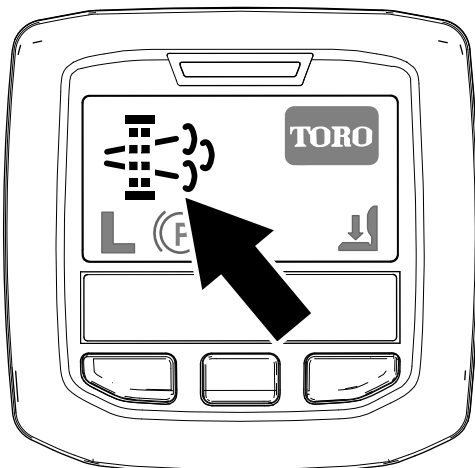

Рисунок 39
- Значок запроса регенерации с парковкой отображается на дисплее инфо-центра (Рисунок 39).